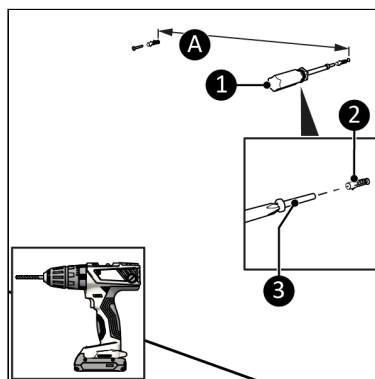

Figuur 7.
1. Zet het apparaat op een stevige, zachte ondergrond (Figuur 7, pos. 2).
3. Schuif voorzichtig de handdoekbeugel (Figuur 7, pos. 1) onder het apparaat.
4. Maak de handdoekbeugel aan de achterkant van het apparaat vast met een kruiskopschroevendraaier (Figuur 7, pos. 3).